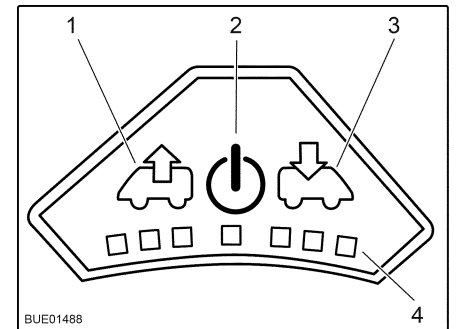

Fig. 92 Panneau de commande du ventilateur
Allumer : ■ Appuyer sur la touche Marche/Arrêt (Fig. 92,2). Le ventilateur fonctionne en mode confort (aération à faible vitesse de rotation).
Ventiler : ■ Pour augmenter la vitesse de rotation du ventilateur : Appuyer sur la touche Ventilateur (Fig. 92,1). La vitesse de rotation du ventilateur augmente d'un niveau de puissance dans le sens de l'échappement. Les DEL (Fig. 92,4) montrent les niveaux de puissance.
■ Pour réduire la vitesse de rotation du ventilateur : Appuyer sur la touche Aérer (Fig. 92,3). La vitesse de rotation du ventilateur diminue d'un niveau de puissance.
- Pour augmenter la vitesse de rotation du ventilateur : Appuyer sur la touche Aérer (Fig. 92,3). La vitesse de rotation du ventilateur augmente d'un niveau de puissance dans le sens de l'aération. Les DEL (Fig. 92,4) montrent les niveaux de puissance.
- Pour réduire la vitesse de rotation du ventilateur : Appuyer sur la touche Ventilier (Fig. 92,1). La vitesse de rotation du ventilateur diminue d'un niveau de puissance.
- Appuyer sur la touche Marche/Arrêt (Fig. 92,2). Le ventilateur s'arrête, les DEL s'éteignent.